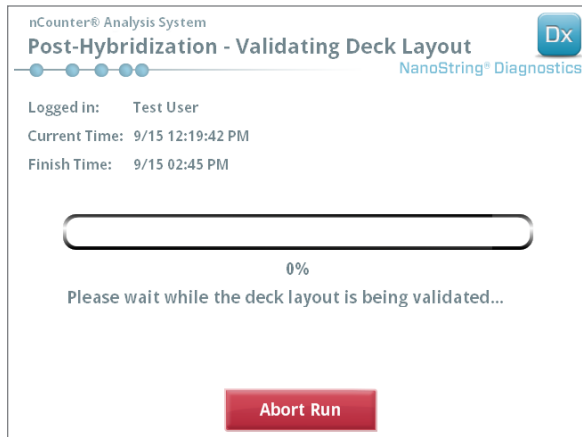

ABBILDUNG 5.26: Der Bildschirm „Post-Hybridization – Validating Deck Layout“ (Posthybridisierung – Validierung des Decklayouts)
- b. Die nCounter-Prep Station überprüft jetzt, ob alle Verbrauchsmaterialien und Reagenzien ordnungsgemäß auf dem Deck positioniert wurden (**ABBILDUNG 5.26**). Hierzu überprüft die Prep Station, ob die Sensoren für die Proben-Cartridge, die Elektrodenhalterung und den Deckel des Heizapparates den richtigen Status aufweisen. Anschließend überprüft der Pipettenkopf, ob die Spitzen, die Spitzenhülsen, die Röhrchenstreifen (Strip Tubes) und die Reagenzienplatten alle positioniert sind, indem er sie mit einem Satz Validierungsspitzen berührt. Machen Sie sich keine Gedanken, wenn die Prep Station die Verbrauchsmaterialien berührt; dies gehört zur normalen Vorgehensweise. Wenn die Prep Station feststellt, dass ein Verbrauchsmaterial fehlerhaft positioniert ist, weist sie Sie an, die Konfiguration zu korrigieren.